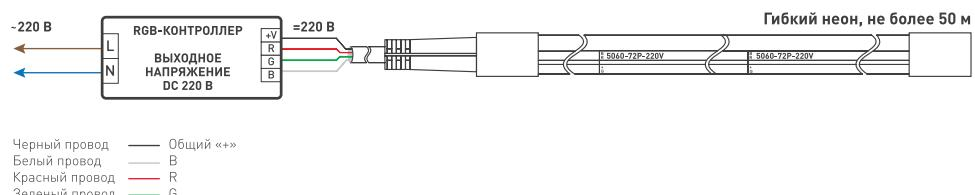

Рисунок 2. Схема подключения.
- Если для управления «гибким неоном» используется сторонний контроллер не из комплекта, выполните подключение согласно приведенной схеме. Соблюдайте полярность подключения, а также маркировку, нанесенную на боковой поверхности неона (B — синий, R — красный, «+» — общий плюс, G — зеленый) и цветовую маркировку проводов (см. рисунок 2).